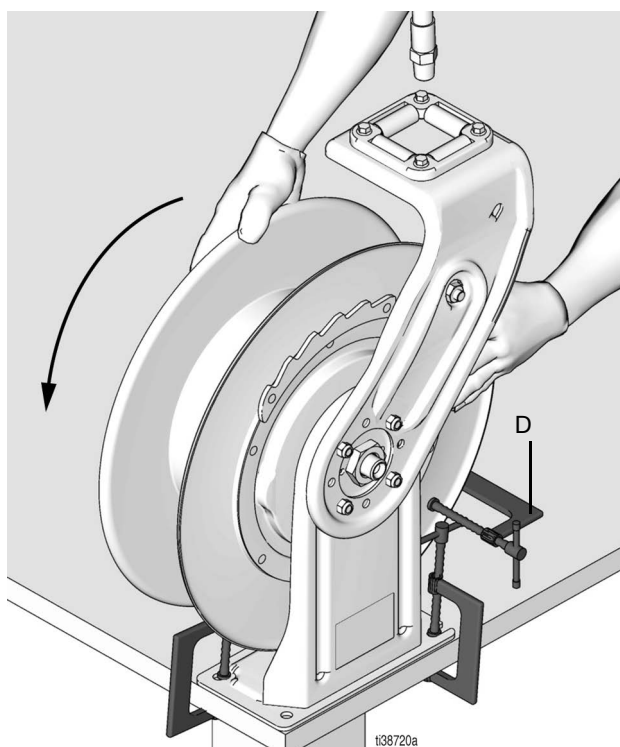
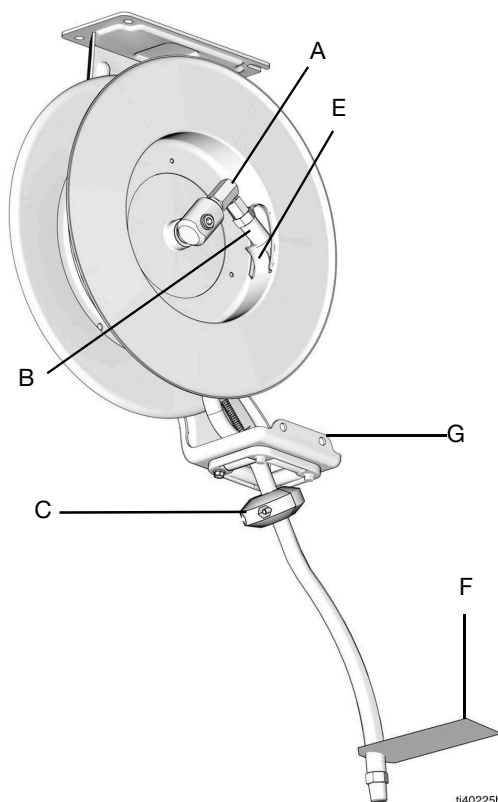
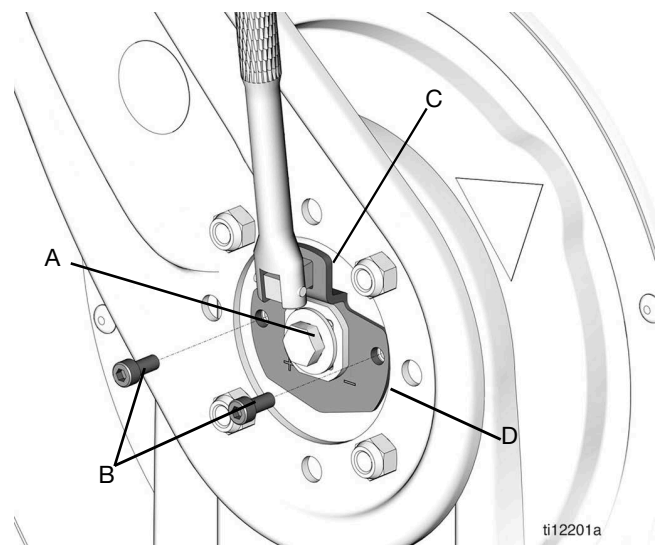

ABB. 15
ABB. 16
ABB. 17
4. Tragen Sie dicke Handschuhe und greifen Sie mit beiden Händen die äußeren Seiten der Aufrollerspule. Drehen Sie die Spule so oft wie vorgegeben (siehe Referenztabelle in Schritt 1) und beachten Sie dabei die Drehrichtung, wie dargestellt in ABB. 15.
- Hören Sie auf zu drehen, wenn der Schlauchbogen (A) zu sehen ist (ABB. 16), und der Aufroller sicher eingerastet ist.
5. Befestigen Sie eine C-Klemme (D, ABB. 15) am Aufrollerflansch, um zu verhindern, dass sich die Spule unerwünscht löst und frei rotiert.
7. Befestigen Sie den Schlauchstopper (C) (ABB. 16) am Schlauchende. Wenn der Schlauch mit einem Warnhinweis (F) ausgestattet ist, sollte der Stopper an dem Schlauchende montiert werden, an dem sich der Warnhinweis befindet.
8. Führen Sie das Schlauchende (B) durch die Schlauchführung (G) und dann durch das Loch (E) in den Aufroller (ABB. 16).
9. Befestigen Sie das Schlauchende am Drehgelenk des Schlauchaufrollers (A).
10. Entfernen Sie dann vorsichtig die C-Klemme (D) (ABB. 15),
HINWEIS: Die Buchstaben in den folgenden Anweisungen beziehen sich auf ABB. 17.
HINWEIS: Die Buchstaben in den folgenden Anweisungen beziehen sich auf ABB. 16 und ABB. 17.